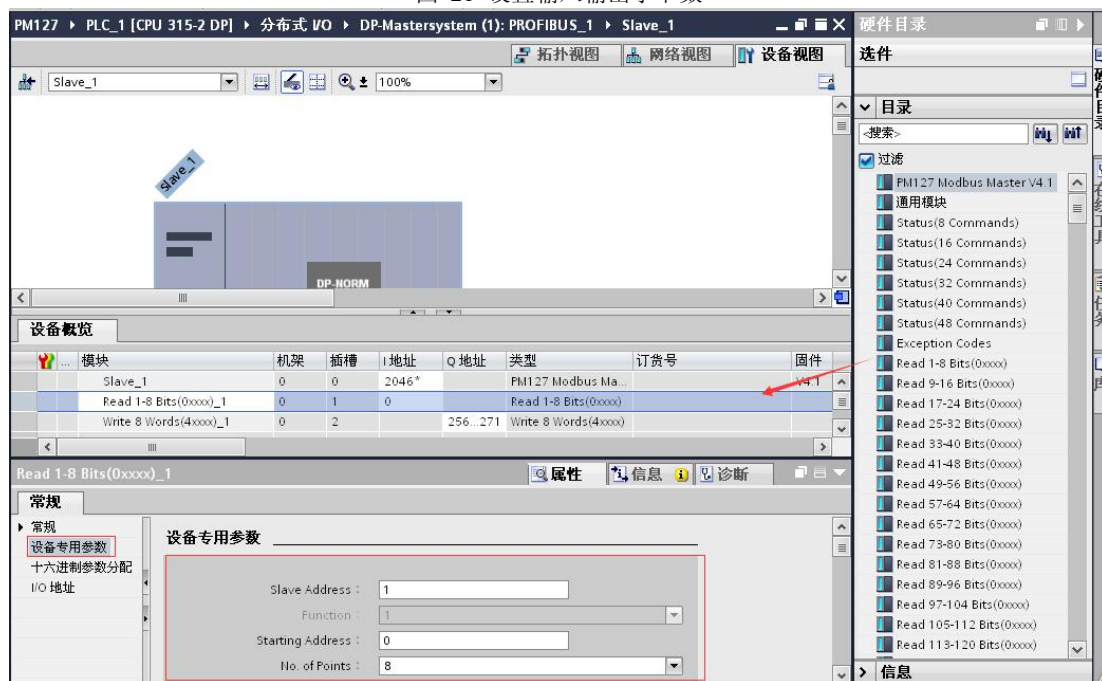

图 22 读取数据块设置
3.7 从站参数设置完成，添加输入/输出数据块，点击项目窗口右上方“设备视图”，在左上方选择设备窗口中选择从站 Slave-1 即 PM-127，此时可从右侧目录窗口中选择输入输出数据块，双击或将需要的数据块添加到设备概览窗口的槽位中。在下方常规窗口中，单击“Read 1-8 Bits(0xxxx)_1”的读线圈的数据块，会显示数据块的常规参数，如下图 22 所示。